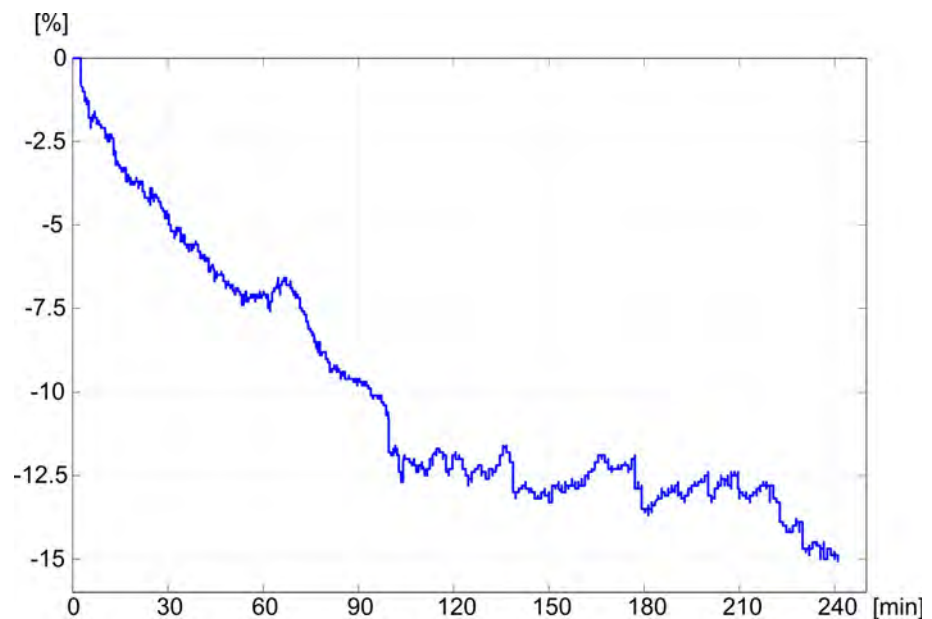

Рис. 11-19 Динамика относительного объема крови (в %) во время терапии (время в минутах)
(Дополнительный) датчик гематокрита (см. раздел 11.4 Датчик гематокрита (датчик НСТ) (291)) регистрирует значения относительного объема крови (коэффициент дельта объема крови в %) с периодичностью в 10 секунд. bioLogic Fusion использует эти значения для расчета наклонов за последние 10 минут динамики RBV (Рис. 11-19), чтобы контролировать нарастание снижения RBV.